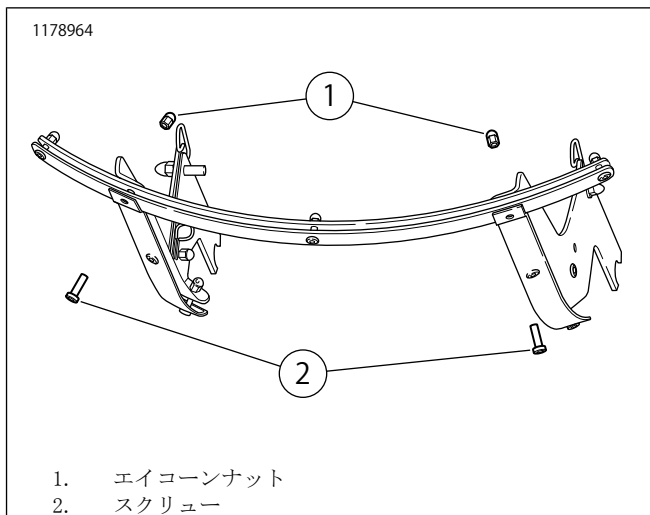

図2。スクリューの取り外し(図が見やすいよう、シールドを省略)
3. 図2を参照してください。スクリュー(2)およびエイコーンナット(1)を取り外して廃棄します。